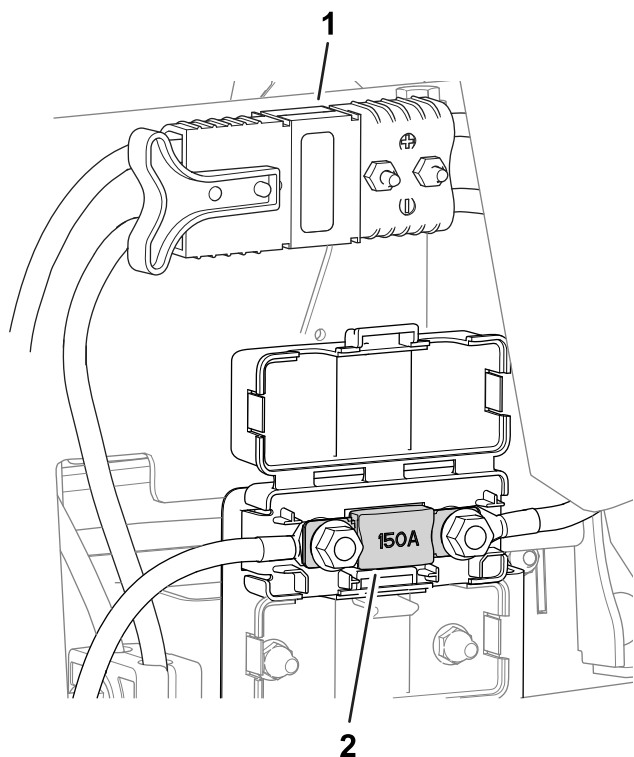

Figure 55
- Le fusible du système électrique est situé sous les connecteurs d'alimentation principale (Figure 55).